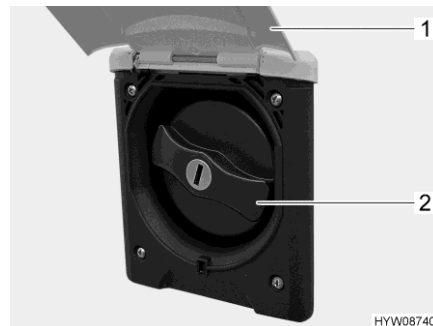

Fig. 193 Tapa de cierre (tubo de llenado de agua potable)
- Girar hacia arriba la trampilla exterior (Fig. 193,1).
- Girar la tapa de cierre azul (Fig. 193,2) un cuarto de vuelta.